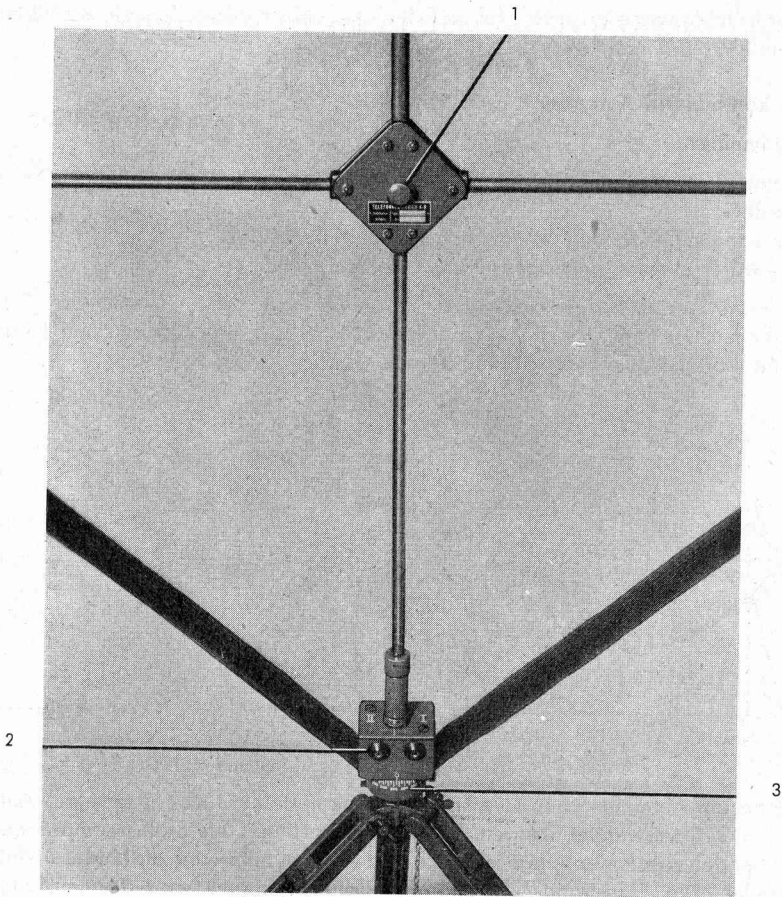

Bild 40. Rahmenantenne aufgestellt.
a) **Die Rahmenantenne** (Bild 40).
### 141 3. Bau und Anschluß der Rahmenantenne (Bild 40).